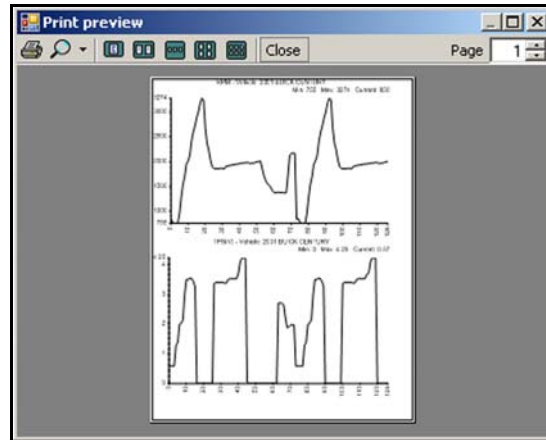

Abbildung 4-14 Druckvorschaufenster (Beispiel)
- b. Wenn Druckvorschau Graph(en) ausgewählt wurde, öffnet sich ein Vorschaufenster. Klicken Sie auf das Druckersymbol (Abbildung 4-14), um die Datei an den Drucker zu senden.